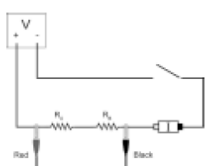

Figura 23: circuito em serie
4. Monte o circuito em serie mostrado na Figura 23 usando as duas resistências de 10Ω como a resistência 1 e a resistência 2 a *Voltage Probe* é usada para medir a voltagem aplicada a ambas resistências. O terminal vermelho do *Current Probe* deve estar em direção ao terminal + da fonte de alimentação. O *Current Probe* é usado para medir a corrente.